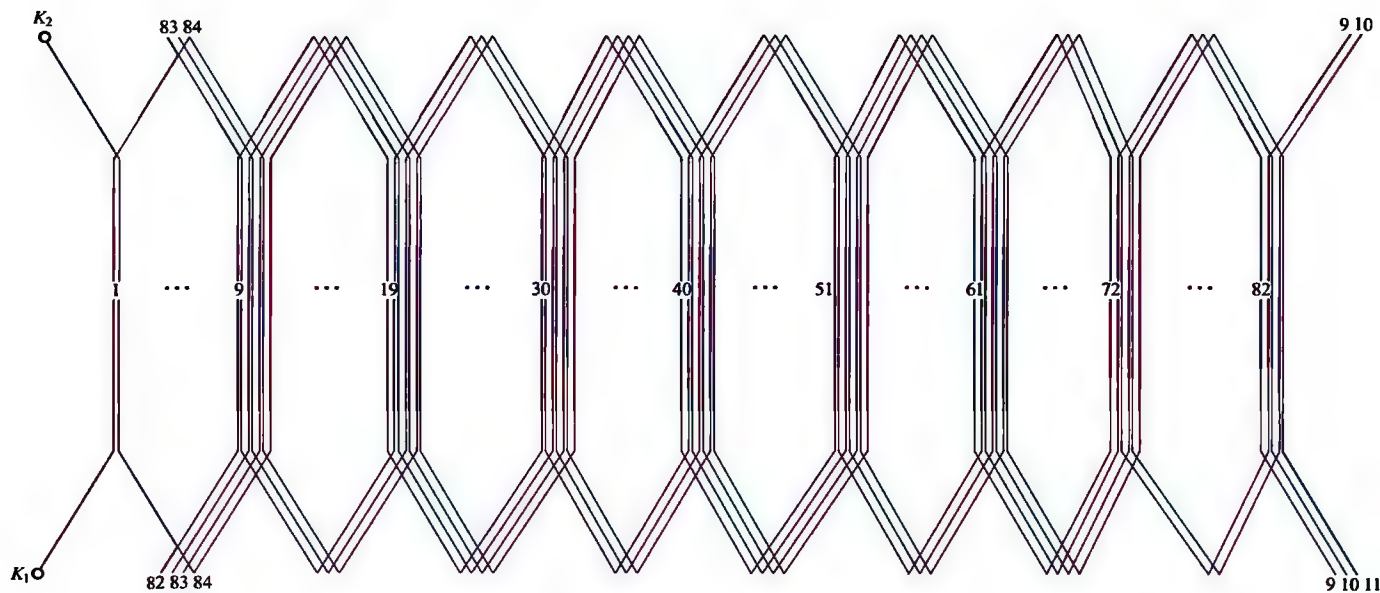

图 3-12 8 极 84 槽换位双层波绕组展开图
12. 8 极 84 槽换位双层波绕组展开图 (见图 3-12)